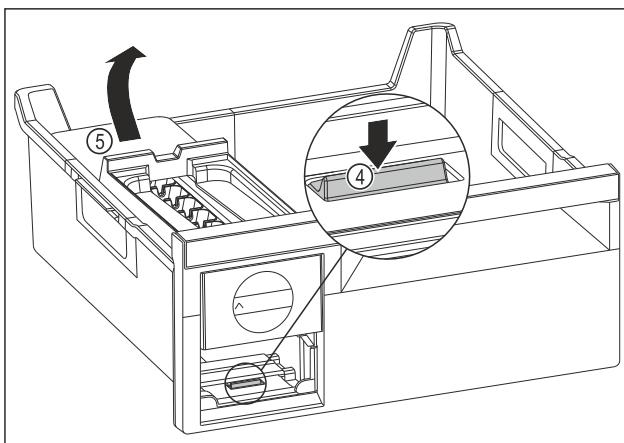

Fig. 78
- Odoberte korpus EasyTwist-Ice: Strmeň Fig. 78 (4) zatlačte prstom nadol a súčasne druhou rukou zdvihnite zozadu korpus EasyTwist-Ice Fig. 78 (5).